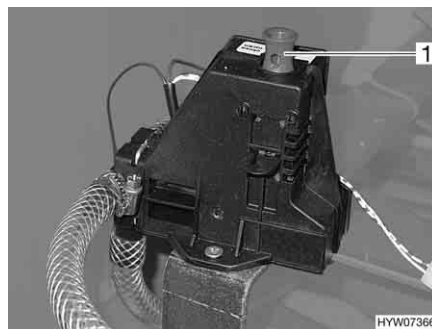

Fig. 101 Valvola di sicurezza/di scarico del boiler
Il boiler è dotato di una valvola di sicurezza/di scarico (Fig. 101). La valvola di sicurezza/di scarico impedisce che l'acqua congeli nel boiler in presenza di basse temperature esterne, quando il riscaldamento dell'autocaravan non è acceso.
- Chiudere la valvola di sicurezza/di scarico. A tal fine tirare verso l'alto la presa dell'interruttore a scatto (Fig. 101,1).
- Aprire la valvola di sicurezza/di scarico. A tal fine premere verso il basso l'interruttore a scatto (Fig. 101,1). Il boiler viene svuotato verso l'esterno tramite la valvola di sicurezza/di scarico.